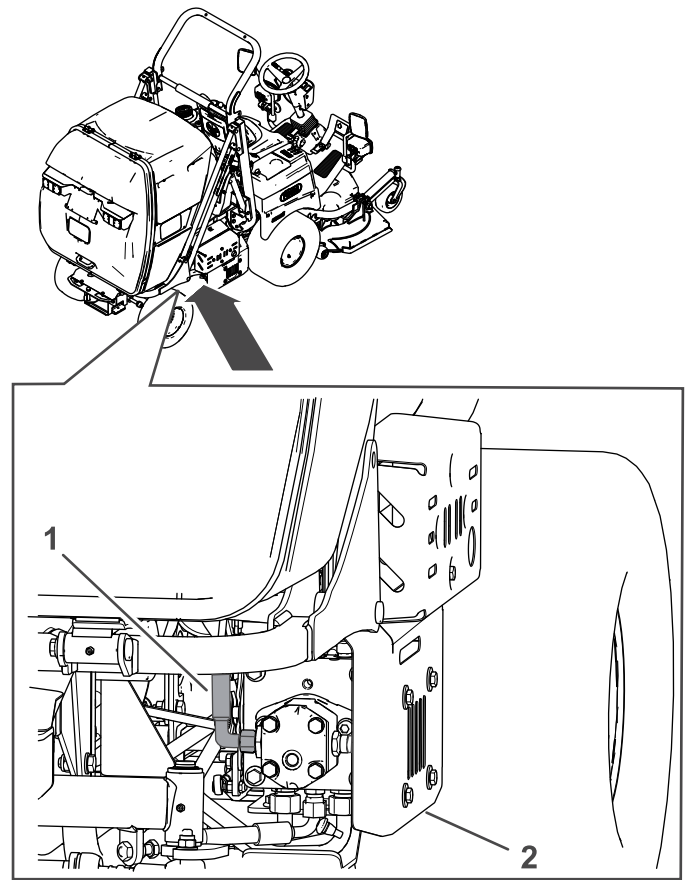

図 84
5. 油圧タンクのカバーを外し、油圧ポンプ側の油圧ホースをゆるめて油圧タンクからオイルを抜く 図 84。